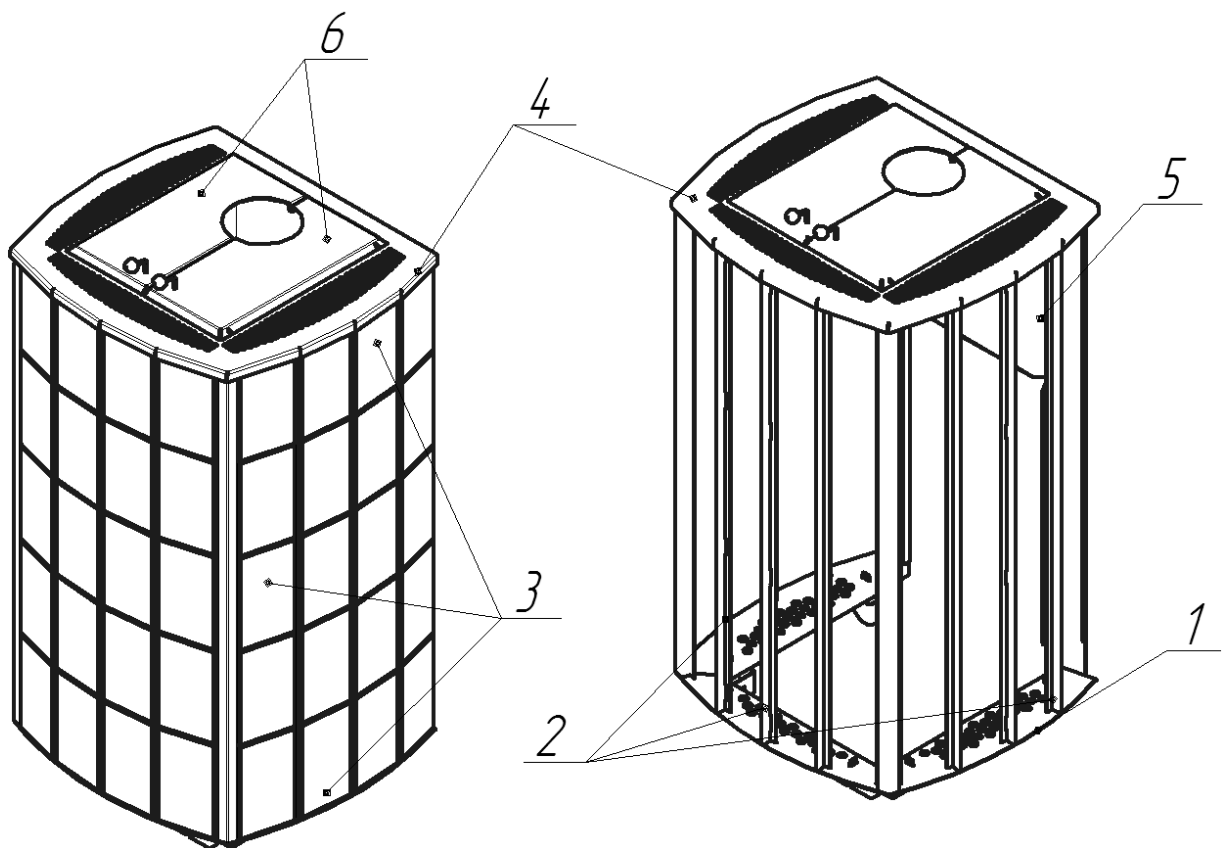

Рис. 8 Устройство декоративно-защитного ограждения печи VVD Infinite 3K
1.4.4 В качестве декоративно-защитного ограждения в печах VVD Infinite используется сборная конструкция из стали с окраской жаростойкой эмалью черного цвета и вставками из натурального камня. В пазы, имеющиеся в основании поз.1 рис.7.8 установлены стойки поз.2 рис.7.8 между которыми расположены вставки из натурального камня поз.3 рис.7.8. Сверху декоративно-защитное ограждение закрыто крышкой поз.4 рис.7.8. В варианте исполнения «ЗК» крышка снабжена откидными дверями поз.6 рис.8. Со стороны тоннеля установлен стальной щит поз.5 рис.7.8.